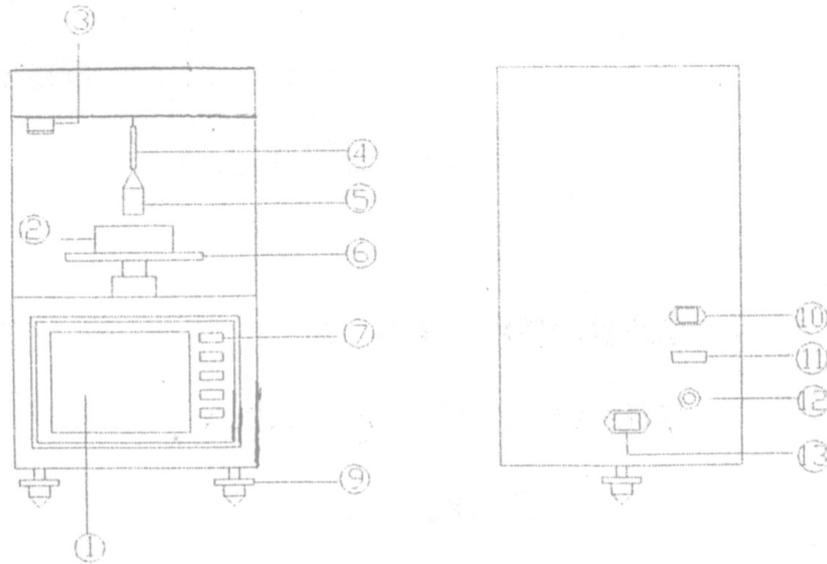

图 1
四、结构特征(图 1)
1. 1 观察显示画面下部“仪表读数”的四位数，在保证铂环灼烧洁净的条件下用“零点微调”(图1中3)微调至0001--010之间(最佳值0005)。仪表菜单显示的“原标定值”是生产厂家制造本仪器时的生产标定值。用户在使用仪器之前此项可不必做。特殊情况，如用户怀疑本仪器精度不足，可按菜单提示操作，进行砝码标定(图4)。每档仪器标定值与原标定值在+20个A/D数值之内，说明本仪器在正常状态。